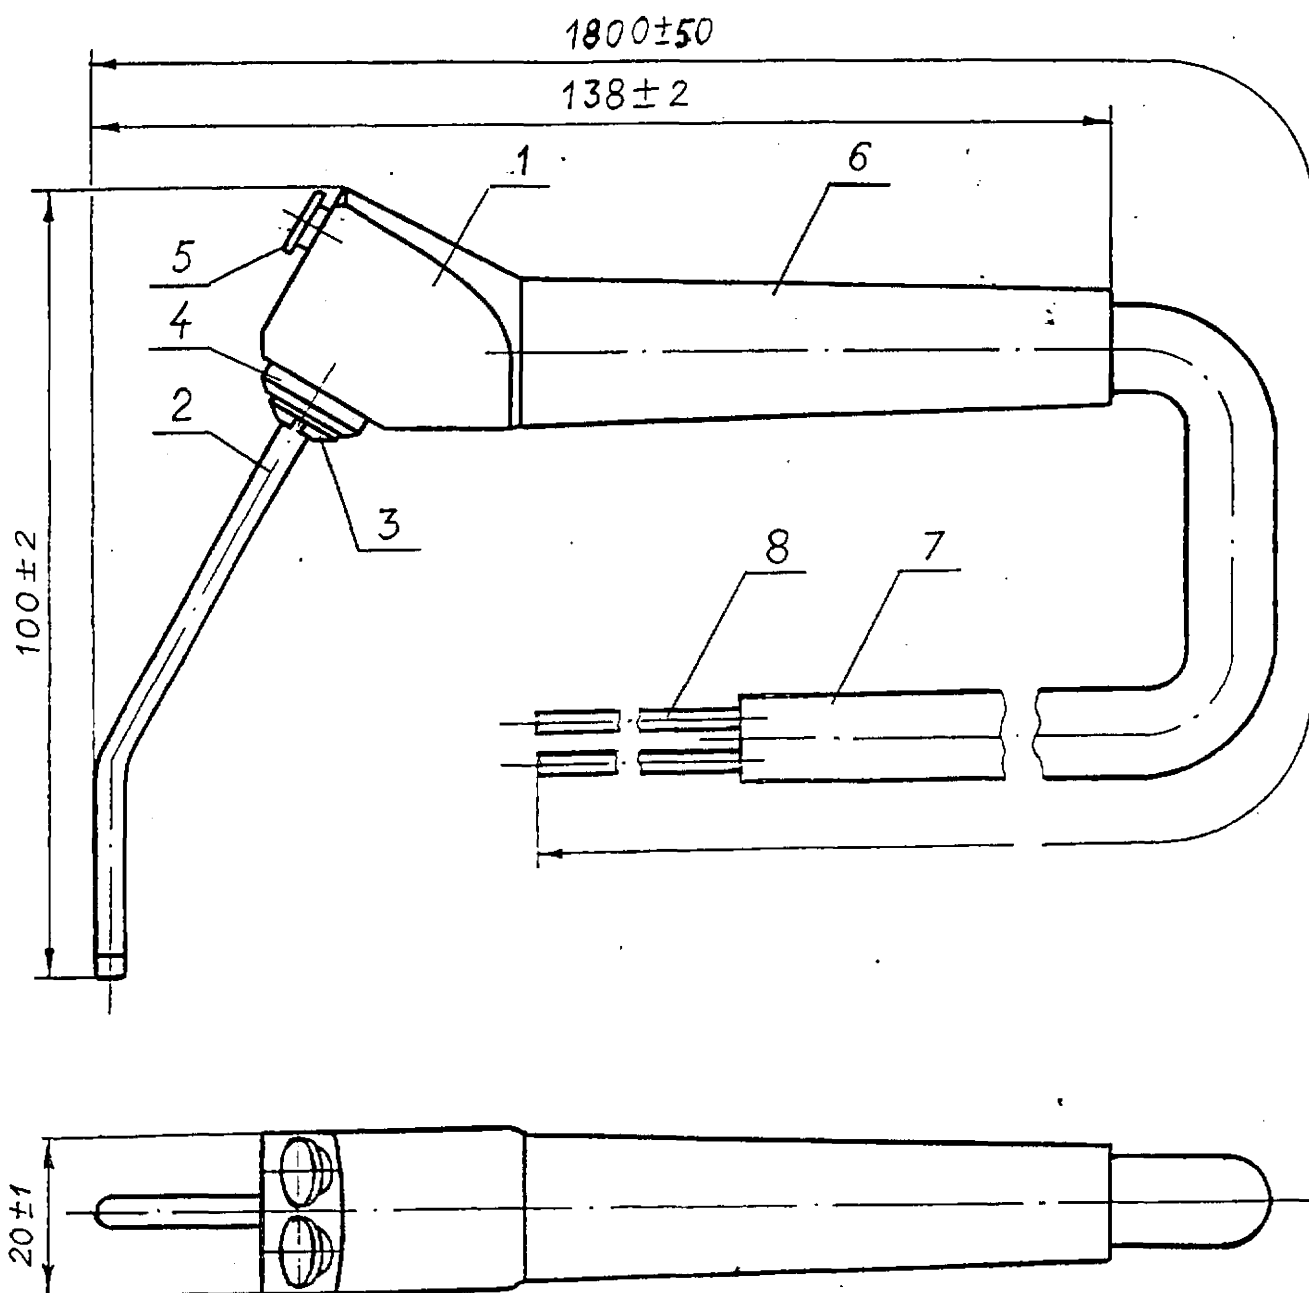

Рисунок 4.1.1
4.1 Конструкция пистолета состоит из следующих основных узлов (рисунок 4.1.1): корпуса (1), съёмной насадки (2), переходника (3), кнопки переходника (4), клавиш (5), ручки (6), шланга (7), пластиковых трубок (8).